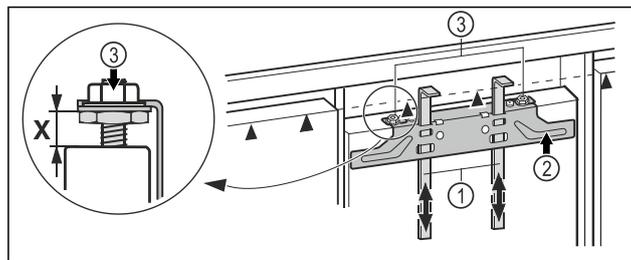

Fig. 16
- ▶ Spingere verso l'alto gli ausili di montaggio Fig. 16 (1) all'altezza della porta del mobile. Il bordo di arresto inferiore ▲ dell'ausilio di montaggio = al bordo superiore della porta del mobile da montare.
- ▶ Svitare la traversa di fissaggio Fig. 16 (2) mediante i controdadi Fig. 16 (3).